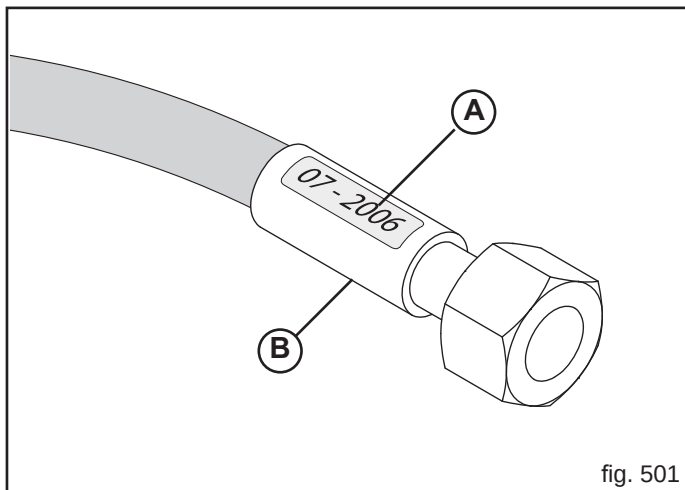

fig. 501
- perdite in prossimità dell'armatura del tubo (B, Fig. 501);
- corrosione dell'armatura (B, Fig. 501);
- superati i 5 anni dalla produzione (A, Fig. 501).